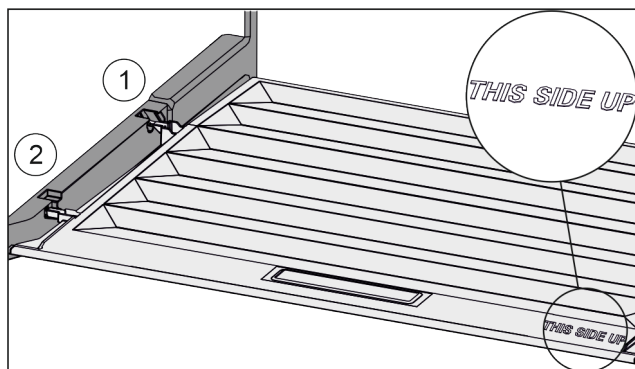

Fig. 43
- ▶ Ramiona pokrywy wprowadzić ponad otworem tylnego uchwyty Fig. 43 (1) i zazębić z przodu w uchwycie Fig. 43 (2).